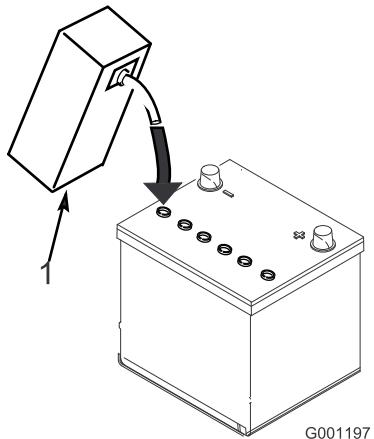

Figure 6
3. Versez de l'électrolyte avec précaution dans chaque élément jusqu'à ce les plaques soient recouvertes par environ 6 mm de liquide (Figure 6).
4. Attendez environ 20 à 30 minutes pour que les plaques aient le temps de s'imprégnier d'électrolyte. Faites l'appoint au besoin pour que le niveau de liquide monte à 6 mm en dessous du creux de remplissage (Figure 6).